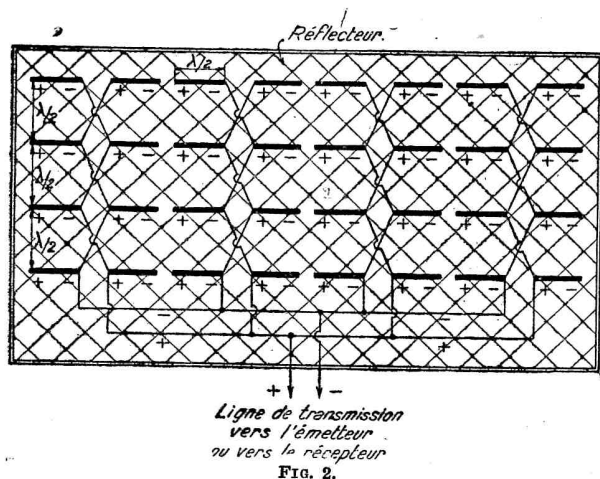

Fig. 2.
a) Un aérien d'émission composé de 16 doublets répartis en quatre lignes de quatre (figure 2) devant un réflecteur qui peut être soit un grillage métallique, soit un réseau de doublets analogue au réseau actif ; un tel réseau est disposé de manière à rayonner son énergie en un faisceau étroit polarisé horizontalement ; on obtient un angle de